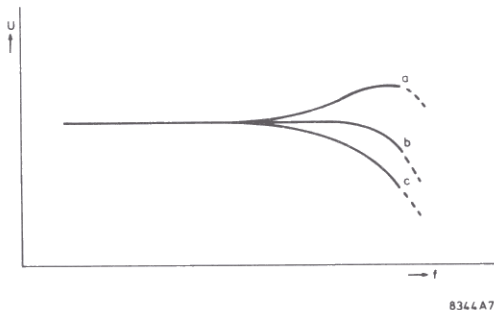

Fig. 19
- Het verloop boven de 6300 Hz dient ongeveer overeen te komen met de in Fig. 19 weergegeven karakteristiek b waarbij de naband vervorming $\leq 3\%$ bij 1 kHz (100% modulatie) moet zijn. Wanneer de hoge frekwenties te veel worden verzwakt (Fig. 19c), is de voormagnetisatiestroom te hoog. Zijn de hoge frekwenties te sterk (Fig. 19d) en/of is vervorming hoorbaar dan is de voormagnetisatiestroom te laag.